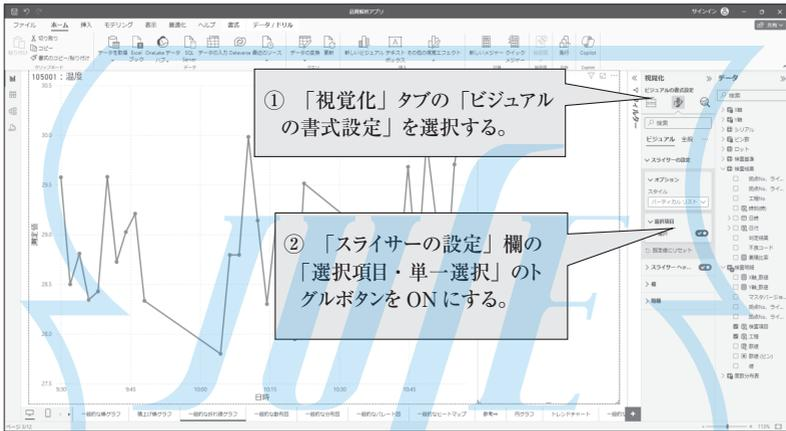
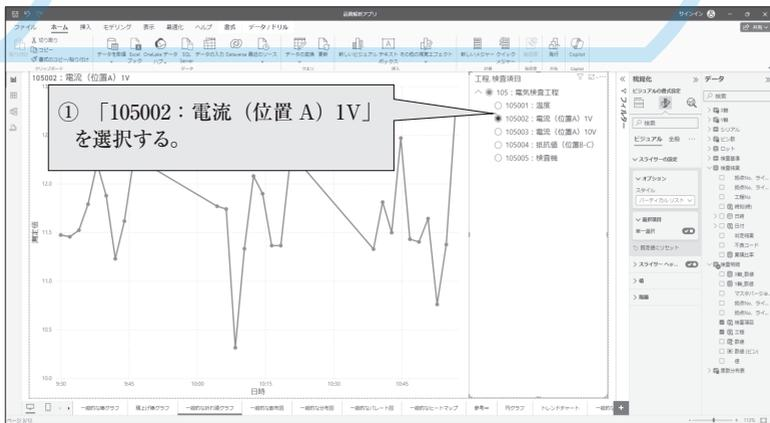

図 5.3 Step3 : フィルターを単一選択に設定
図 5.4 Step4 : 絞り込み項目を選択
(3) Step3 : フィルターを単一選択に設定する(図 5.3)
- ① 「視覚化」タブの「ビジュアルの書式設定」を選択する。
- ② 「スライサーの設定」欄の「選択項目・単一選択」のトグルボタンを ON にする。
(4) Step4 : 絞り込み項目を選択する(図 5.4、図 5.5)
- ① 「105002 : 電流(位置 A) 1V」を選択する。